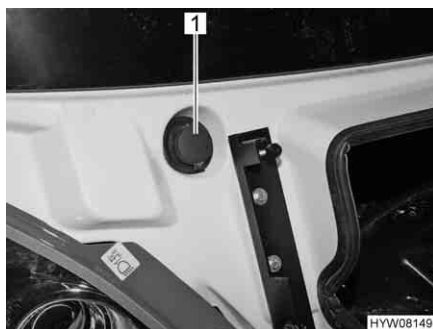

Fig. 20 Bocchettone di riempimento del contenitore dell'acqua di lavaggio
- Rimuovere il coperchio (Fig. 20, 1) del bocchettone di riempimento del contenitore dell'acqua di lavaggio.